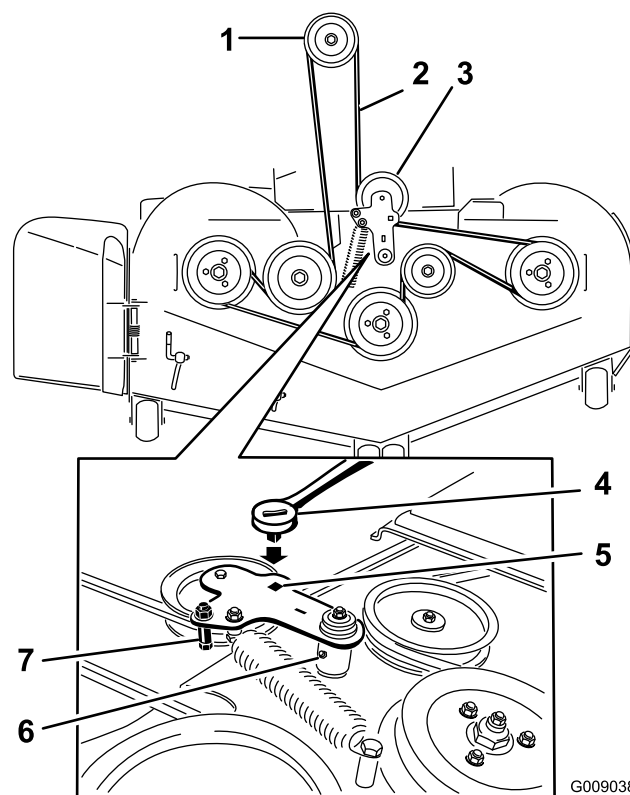

Figure 76
10. Montez le guide de courroie sur le bras de la poulie de tension, comme montré à la Figure 76.
11. Insérez le rochet dans le trou carré et montez le ressort de la poulie de tension (Figure 76).
5. Insérez un rochet dans le trou carré du bras de la poulie de tension pour détendre le ressort de la poulie de tension (Figure 76).
7. Enlevez le guide de courroie situé sur le bras de la poulie de tension rappelée par ressort, comme montré à la Figure 76.
9. Acheminez la courroie neuve autour des poulies du tablier de coupe et de la poulie d'embrayage, sous le moteur (Figure 76).